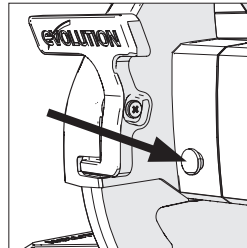
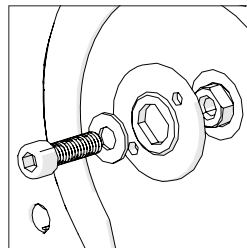

Abb. 26
Abb. 27
**(Abb. 26)** Fahren Sie anschließend mit dem Entfernen der Spindelschraube, Unterlegscheibe und dem äußeren Sägeblattflansch fort. **(Abb. 27)**
Halten Sie den Verriegelungsknopf der Spindel auf dem Motorgehäuse gedrückt, während Sie die Spindelschraube mithilfe des mitgelieferten Innensechskantschlüssels festziehen, bis der Knopf vollständig im Schaft steckt und diesen verriegelt. **(Abb. 26)**